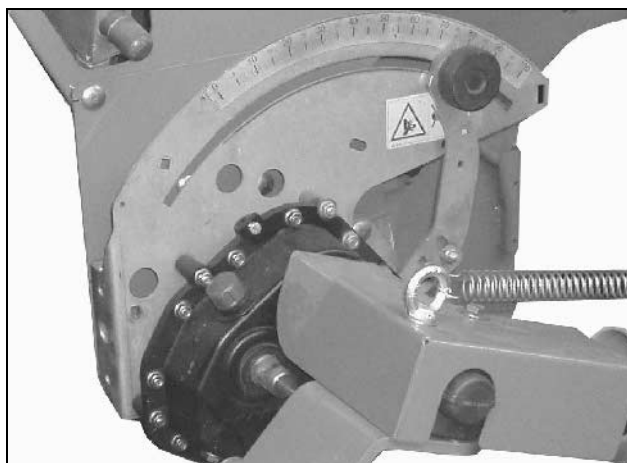

Fig. 23
- blir girstillespaken (Fig. 23/2) stilt inn manuelt. Jo høyere skalaverdi, dess større spredemengde.
- sørger forstillingsmotoren (Fig. 23/1) for innstillingen av girstillespaken (Fig. 23/2) (ekstrautstyr).